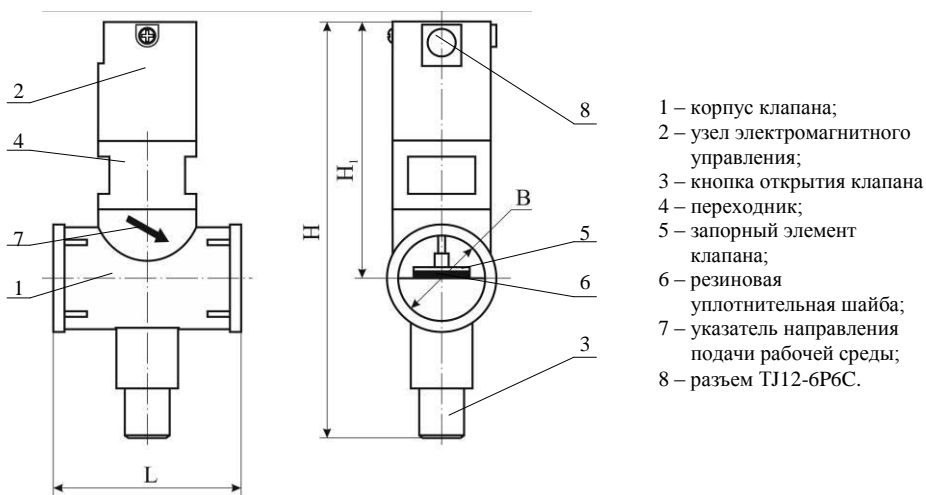

Рисунок 4 – Внешний вид клапана КЗЭУГ.
- открыть клапан кнопкой 3 (см. рисунок 4);
3.5.2 В процессе эксплуатации для открытия клапана необходимо нажать до упора на кнопку 3 (см. рисунок 4) и затем отпустить ее. В момент нажатия возможна небольшая протечка горючего газа, которая прекращается после отпускания кнопки.